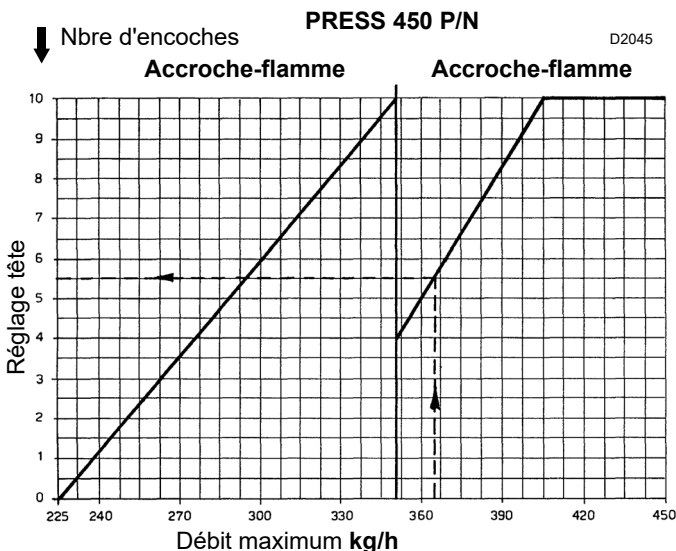

Fig. 30
- détacher la rotule 2)(Fig. 30) du levier 1).